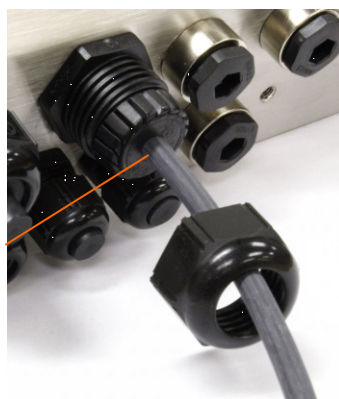

Figura 2-27: Anello di tenuta nel corpo della scatola dei cavi
4. Premere l'anello di tenuta al centro del corpo del foro di cavi, come mostrato in Figura 2-27.